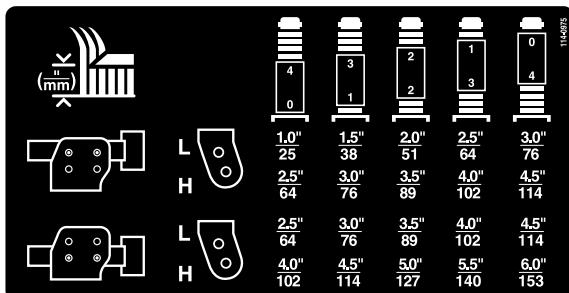

Figura 27
2. Coloque los ejes de las ruedas giratorias en el mismo taladro en todas las horquillas. Consulte en la tabla (Figura 27) los taladros correctos para cada altura.